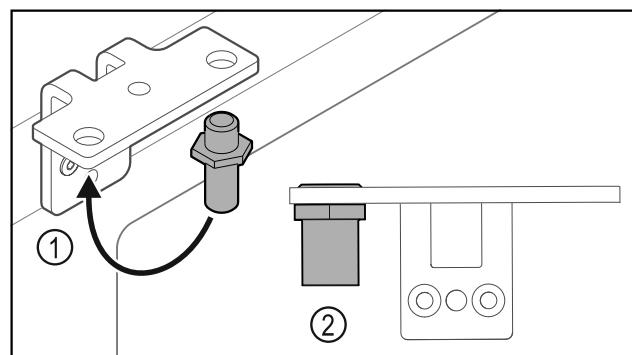

Fig. 36
- Ktheni bulonin Fig. 36 (1) në profilin e menteshës në anën tjetër.
- Shtrëngoni bulonin Fig. 36 (2) me **momentin e rrotullimit prej 12 Nm**.